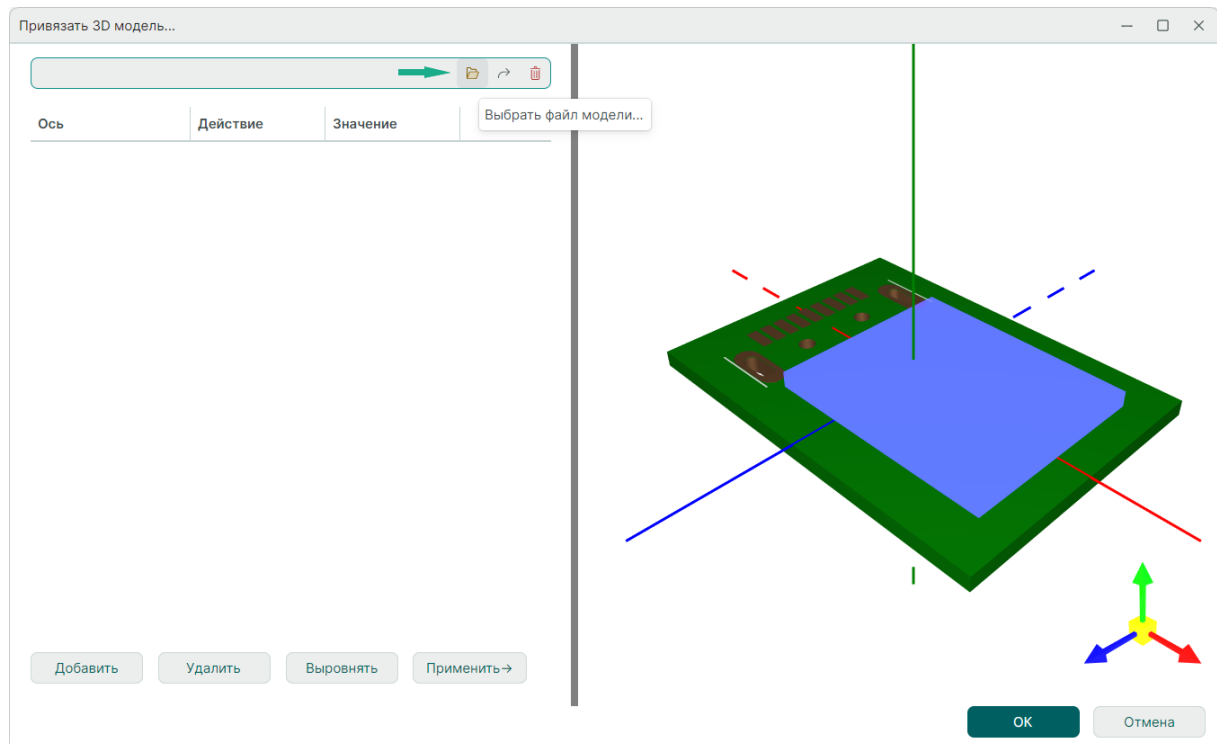

Рис. 160 Выбор файла 3D-модели
3. В окне «Привязать 3D модель» заполните необходимые поля, см. Рис. 160.
В поле «3D модель» укажите полное имя файла. Для открытия окна проводника нажмите на символ , см. Рис. 160.